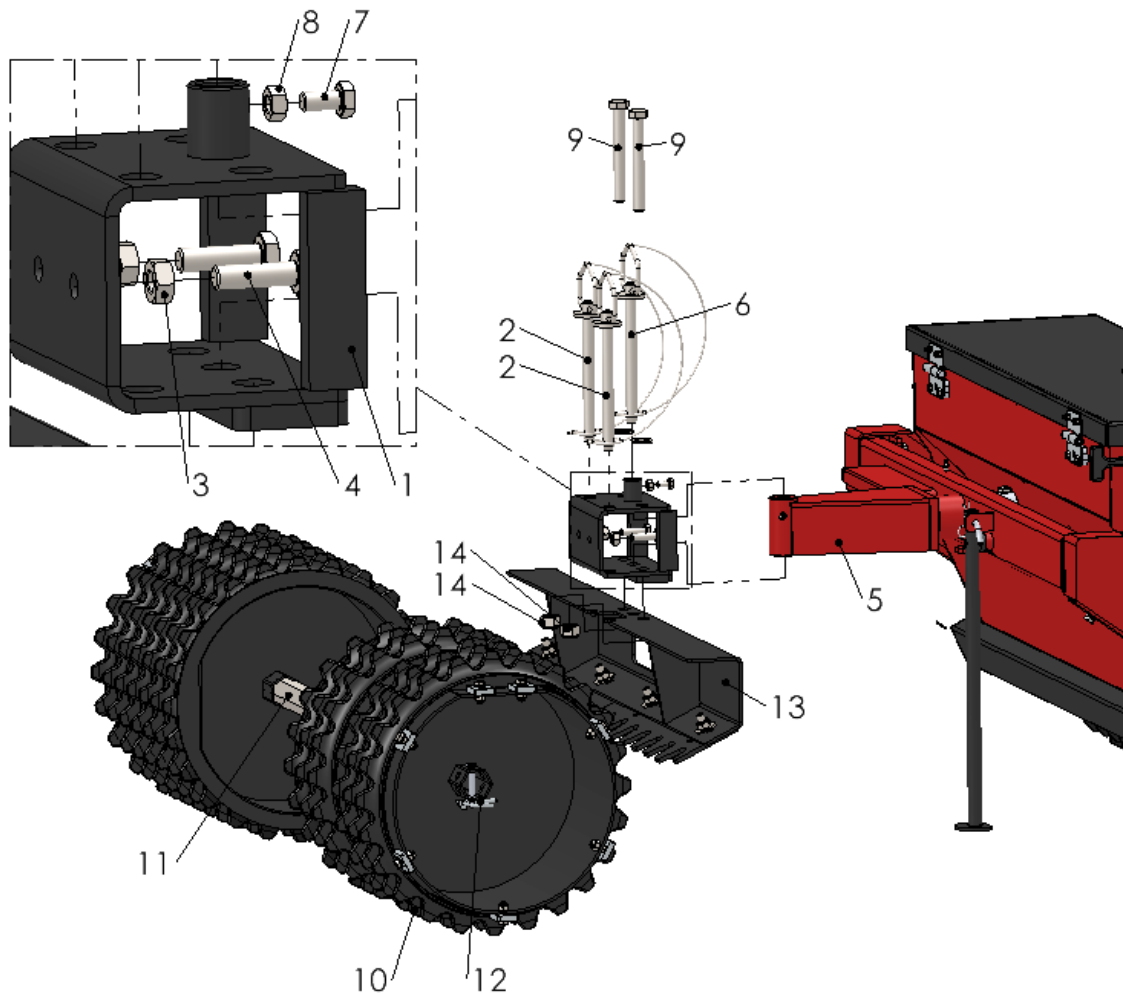

Abbildung 5
Bei der ersten Inbetriebnahme muss der Cultipack Seeder wie folgt für die Verwendung vorbereitet werden (siehe Abbildung 5):
Kupplungsstift (6) entfernen und den Cultipack Seeder entfernen (Abbildung 5).